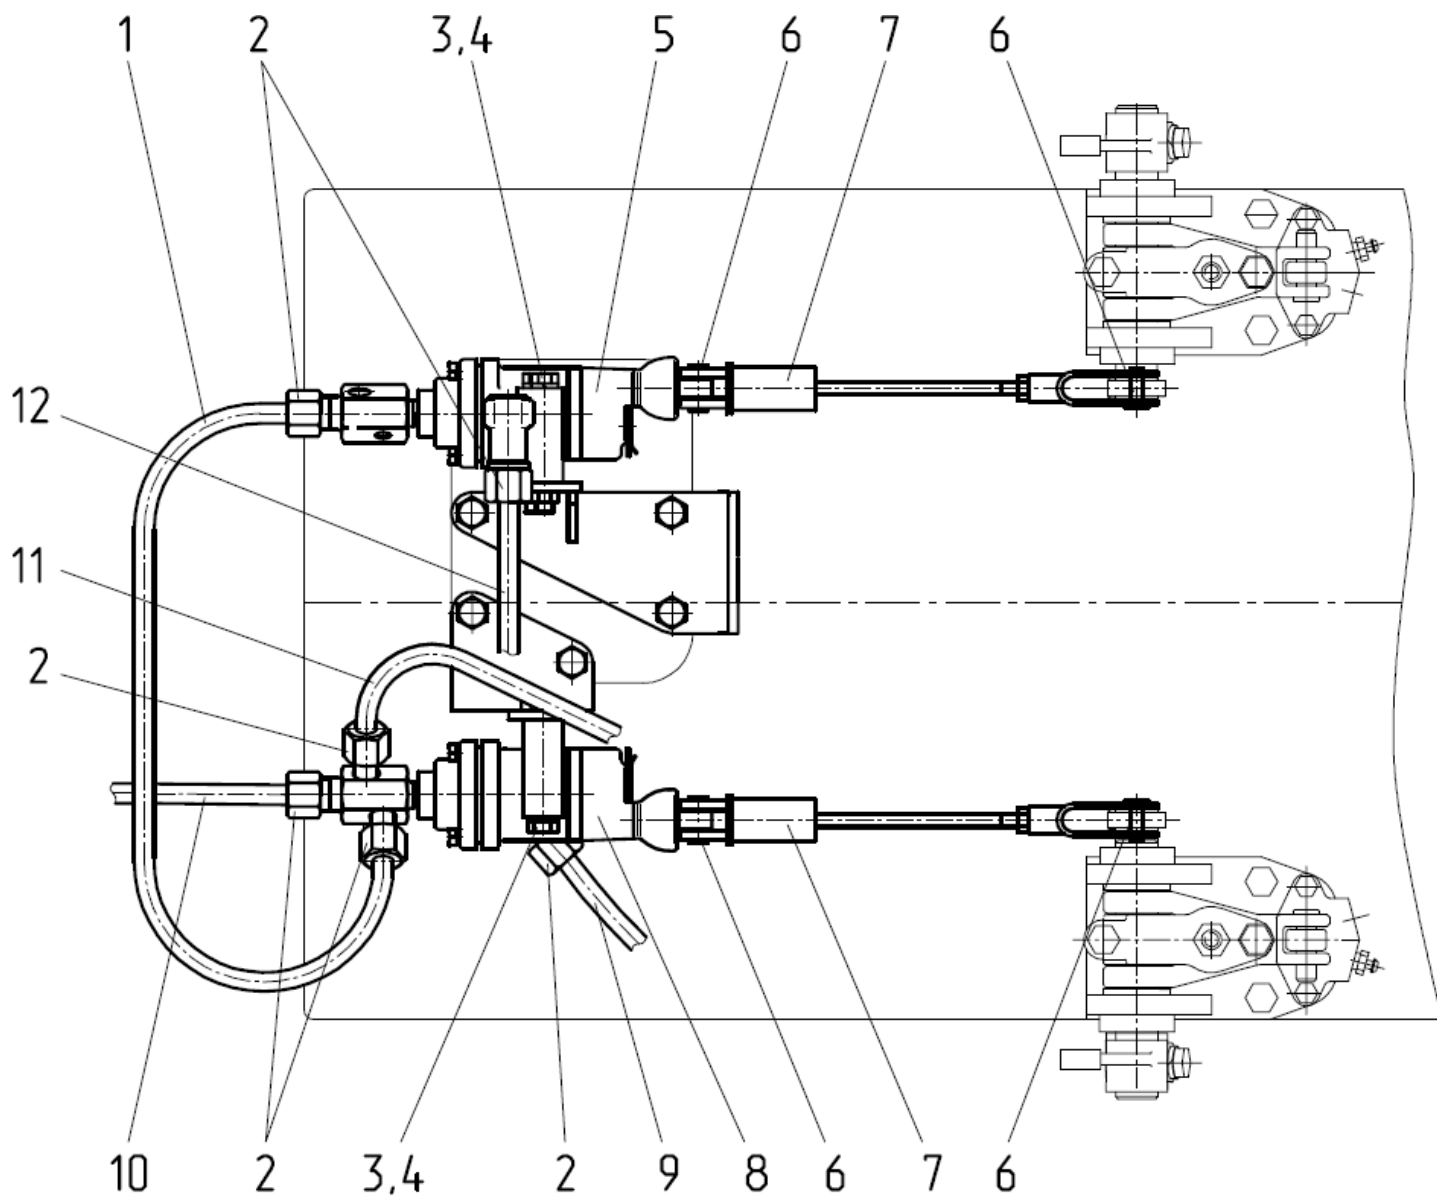

Рис.4.78 Тормозные краны.
- 2.1) отверните накладки гайки (2), (рисунок 4.78);
- 2.2) отсоедините от тормозных кранов (5) и (8), (рисунок 4.78), трубопроводы (1), (9), (10), (11) и (12);
- 2.3) расшплинтуйте и извлеките пальцы (6), (рисунок 4.78);
- 2.4) снимите тяги (7), (рисунок 4.78);
- 2.5) отверните гайки (3), (рисунок 4.78), и извлеките болты (4);
- 2.6) снимите тормозные краны (5) и (8), (рисунок 4.78).